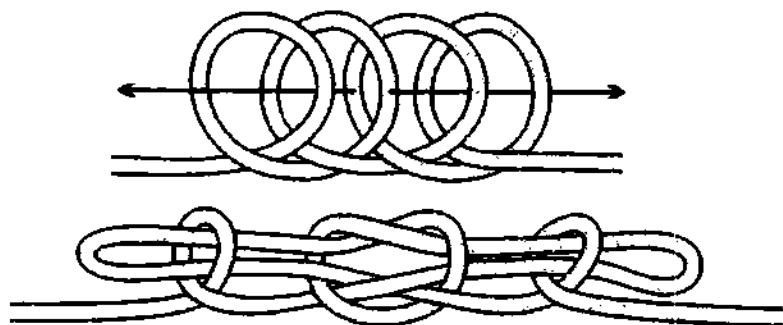

Рис. 143. 1-й способ вязки *кольшки с рифом*.
**1-й способ вязки *кольшки с рифом*.** Первый способ вязки применяется в том случае, если трос требуется укоротить незначительно (рис. 143).